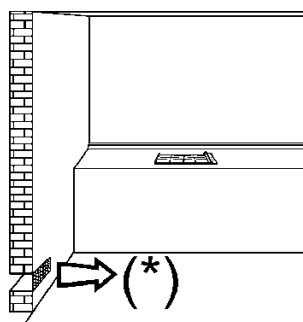
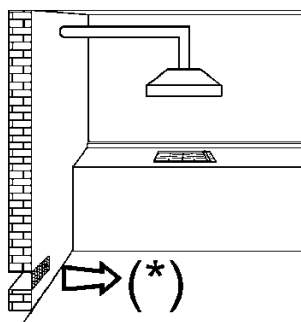

РИС. 3
РИС. 4
- При сгорании газа выделяется тепло и влажность. Поэтому в помещении необходимо обеспечить хорошую циркуляцию воздуха, не загораживать отверстия для естественной вентиляции (рис. 3) и включить вытяжку (вытяжной колпак или электрический вентилятор, рис. 4 и 5).